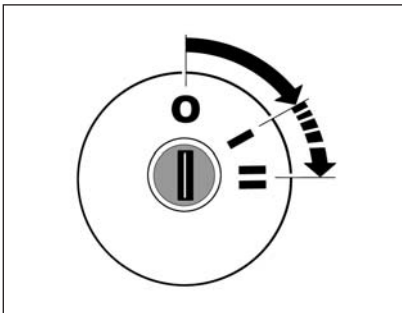

Рис. 35. Выключатель зажигания
**0** (рис. 35) – **выключено**. Положение фиксированное. Ключ вынимается.